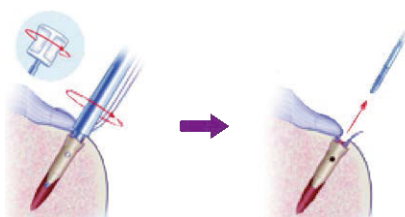

図6
13. 縫合糸に軽く張力をかけながらインサーターを反時計周りに回転させて外します。インサーターが外れたらアンカーから完全に外し、余分な縫合糸を切断します(図6)。